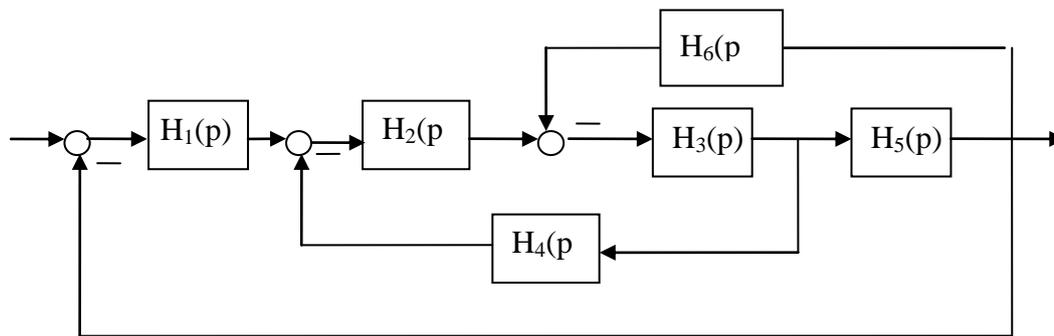

Рис. 1, где $H_1(p)=k_1/(T_1p+1)$, $H_2(p)=k_2/(T_2p+1)$, $H_3(p)=k_3/p$, $H_4(p)=k_4$, $H_5(p)=k_5$, $H_6(p)=k_6 p$.
1. Выполнить структурное преобразование линейной системы (привести её к эквивалентной одноконтурной), которая приведена на рис. 1. Написать выражение для
2. . Определить выражение для расчета средней квадратической ошибки регулирования для системы на рис. 1 при действии возмущения F . Спектральная плотность возмущения описывается выражением $S_F(\omega) = \frac{2DT}{|1+Tp|^2}$. При вычислении интеграла спектральной плотности ошибки $S_E(\omega) = \frac{M(p)}{|H(p)|^2}$, где $H(p) = a_0p^n + a_1p^{n-1} + \dots + a_n$, $M(p) = b_0p^{2(n-1)} + b_1p^{2(n-2)} + \dots + b_{n-1}$ использовать выражение: